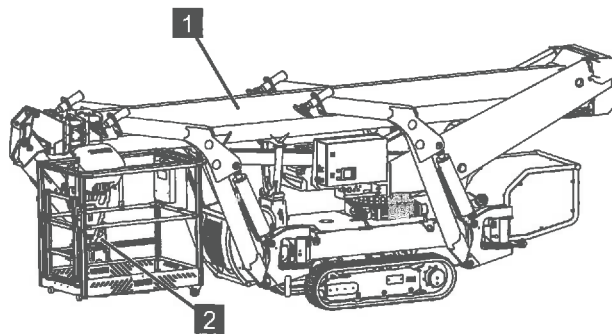

Abb. 133
- Abstützung eins und vier (Abb.133/1) befinden sich in Transportstellung 1.
- Abstützung zwei und drei (Abb.133/2) befinden sich in Transportstellung 1.